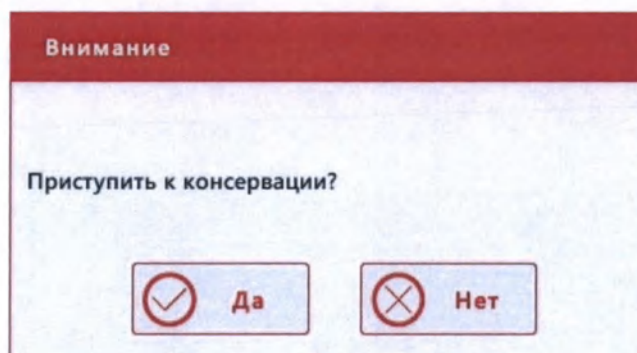

Рис. 10.5-11 Диалоговое окно подтверждения начала консервации
- 1) Нажмите кнопку «Консервация» - на экране появится диалоговое окно подтверждения с выдачей сообщения «Приступить к консервации?» (Рис.10.5-11). При положительном ответе на этот вопрос прервать процедуру консервации программно будет уже невозможно.